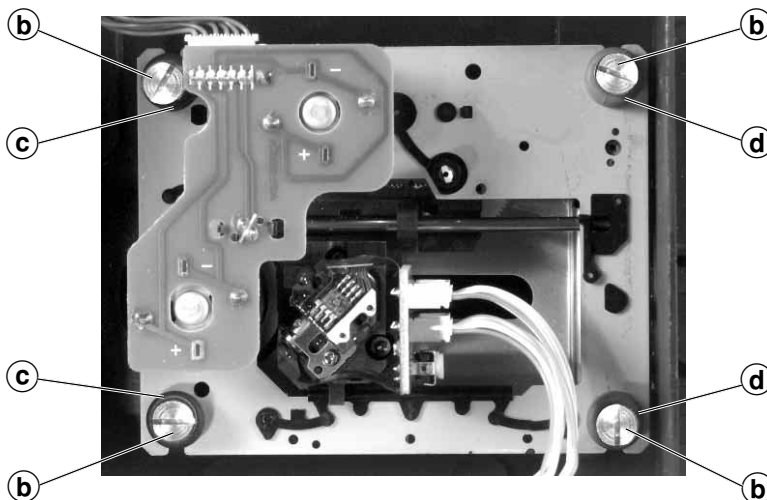

Fig. 9
- 4 Schrauben ② (Fig. 9) herausdrehen (Fig. 9).
Achten Sie dabei auf die Puffer (Fig. 9) ③ (schwarz) und ④ (blau) Diese haben einen unterschiedlichen Auflagedruck (schwarz = stärker, blau = schwächer).
- Undo 4 screws ② (Fig. 9).
Take care of the buffers ③ (black) and ④ (blue) Fig. 9. The buffer pressure is different (black = stronger, blue = weaker).